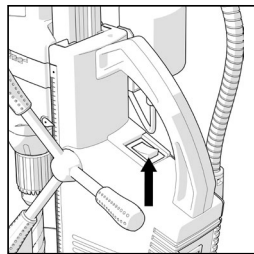

Fig. 5
- Accione el interruptor negro del motor situado en la parte superior de la máquina. (Fig. 5)
- Para arrancar el motor, seleccione la posición de encendido ("ON") del interruptor NEGRO, ubicado en la parte superior de la máquina. **(Fig. 5)**